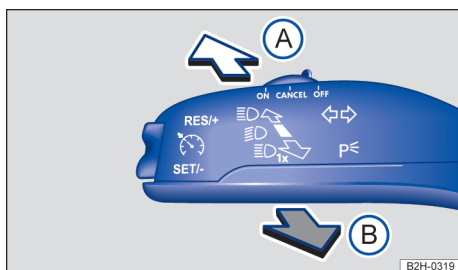

Fig. 82 En el lado izquierdo de la columna de dirección: palanca de los intermitentes y de la luz de carretera.
2. Partiendo de la posición central, presione la palanca de los intermitentes y de la luz de carretera hacia delante → **fig. 82**.
1. Partiendo de la posición central, tire de la palanca de los intermitentes y de la luz de carretera hacia atrás → **fig. 82**.
1. Partiendo de la posición central, tire de la palanca de los intermitentes y de la luz de carretera hacia atrás y manténgala en esa posición → **fig. 82**.